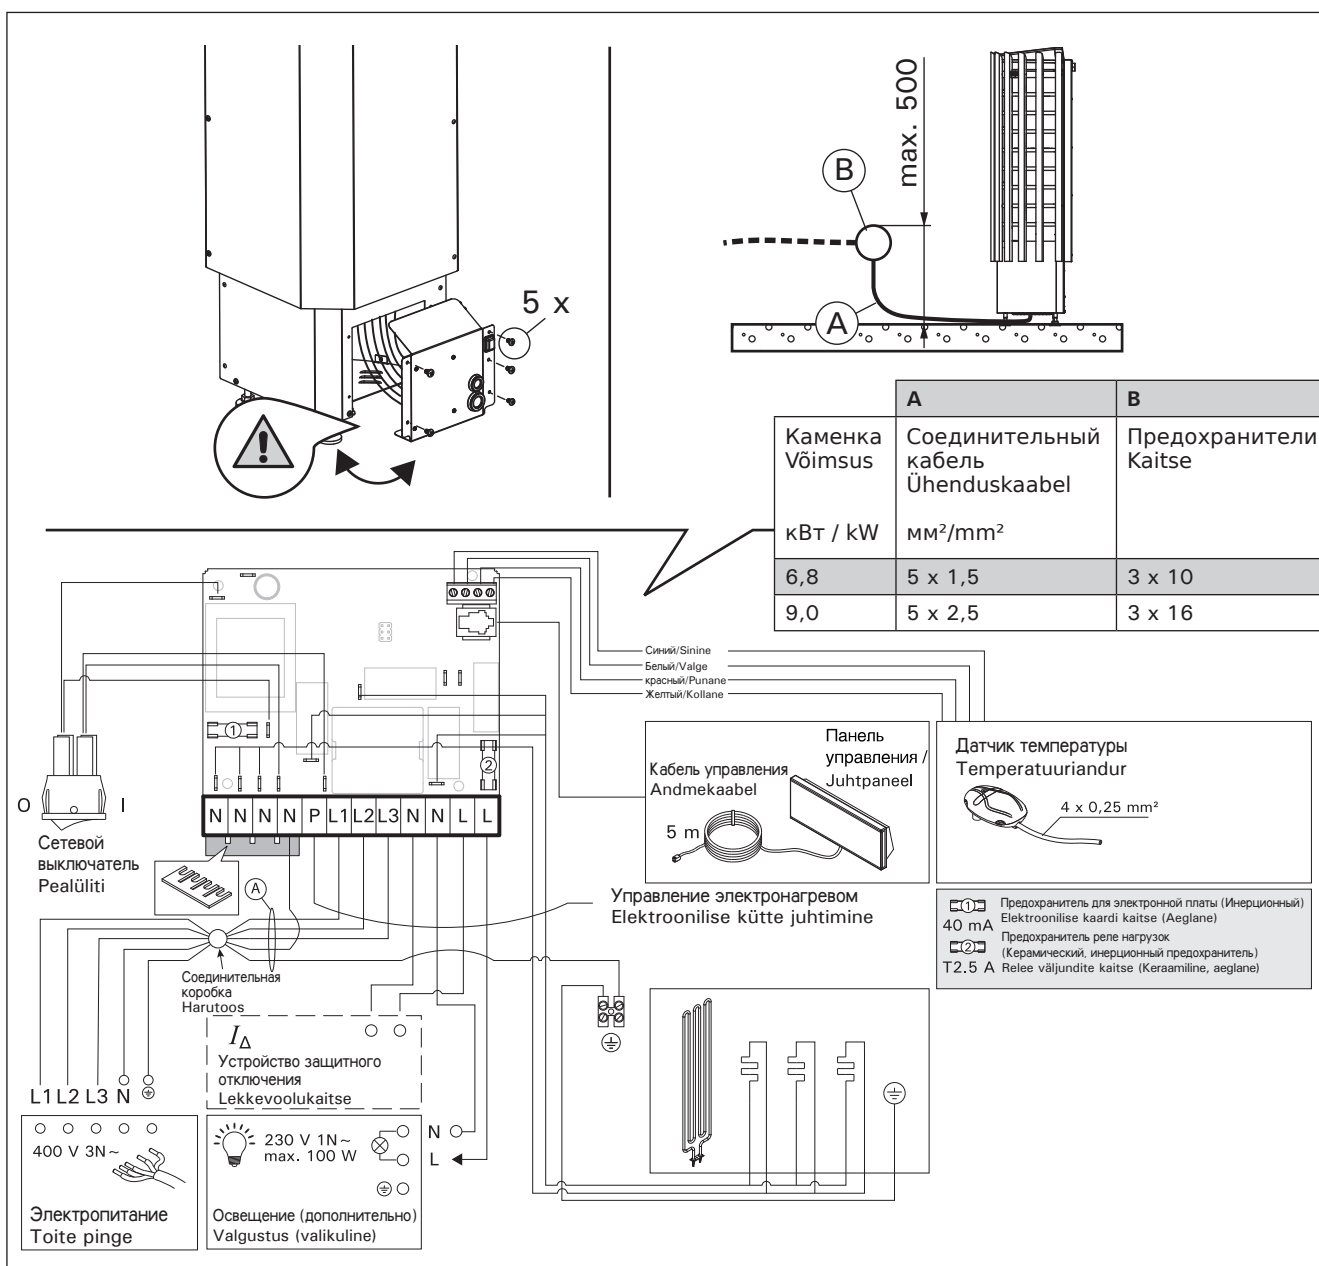

Рисунок 5. Электромонтаж
- Каменка гибким проводом подсоединяется к соединительной коробке (рис. 5: B) на стене сауны. Соединительная коробка должна быть брызгозащищенной и находиться на расстоянии не более 500 мм от пола.
- В качестве кабеля (рис. 5: A) следует использовать резиновый кабель типа H07RN-F или подобный. **ВНИМАНИЕ! Использование кабеля с ПВХ-изоляцией запрещено вследствие его разрушения под воздействием тепла.**
- Кроме клемм питания каменки TRC70EE/TRC90EE оснащены также клеммой (P), которая делает возможным управление электрическим нагревом (рис. 5). Управляющее напряжение передается от каменки, когда она включена. Кабель управления электронагревом подводят прямо к соединительной коробке каменки и дальше с помощью резинового кабеля, равного по сечению соединительному кабелю, к клеммнику.